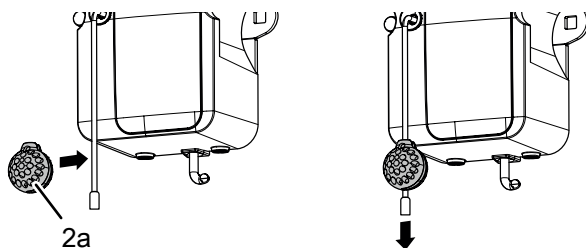

Fig. 10: Disattivazione del sistema antieffrazione
Tenere il cavo a spirale (25) in alto in verticale come mostrato nella fig. 10. La massima estensione del cavo in posizione orizzontale non deve essere superiore di 3 volte la lunghezza iniziale. Serrare la fascetta per cavi (22) sul punto di piegatura. Tenere la fascetta per cavi (22) sulla parete e segnare la marcatura. Praticare il foro, inserire il tassello (20) e avvitare la fascetta per cavi (22) con la vite (12).